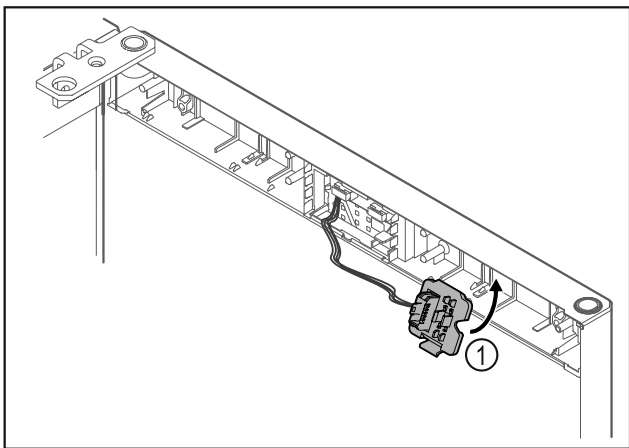

Fig. 12
- ▶ Steckerhalterung Fig. 12 (1) auf Gegenseite einrasten.*